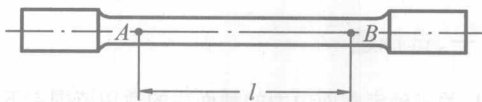

图 1-4
1.4 如图 1-4 所示, 拉伸试样上  $A, B$  两点距离  $l$  称为标距。受拉力作用后, 用变形仪量出两点距离增量  $\Delta l = 5 \times 10^{-2} \text{ mm}$ 。若  $l$  的原长  $l = 100 \text{ mm}$ , 试求  $A$  与  $B$  两点的平均应变  $\epsilon_m$ 。